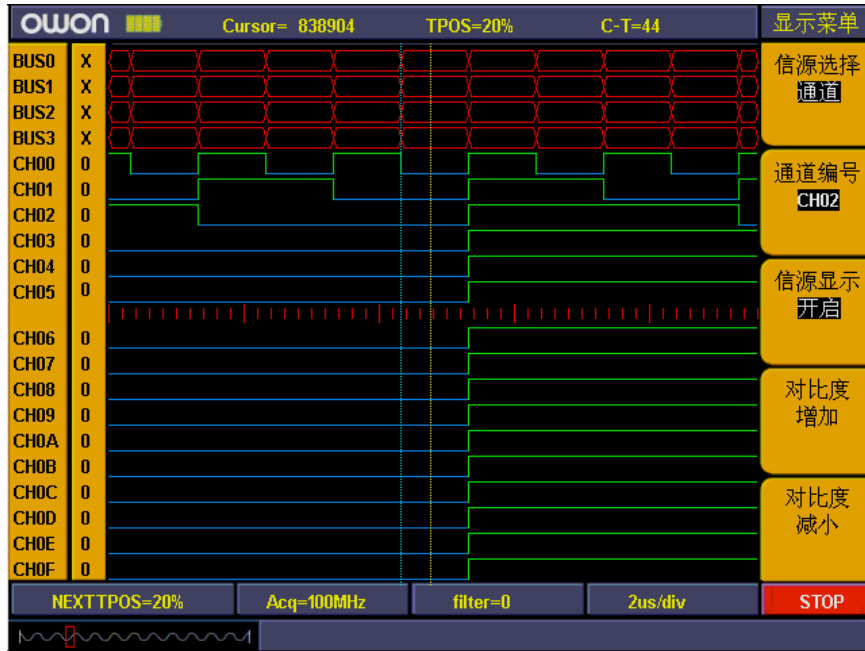

图4-13:通道开启和关闭设置
- 4、按“F3”键,把信源显示设置为“开启”。重复3、4操作,把通道CH01、CH02设置为“开启”。CH03~CH0F设置为“关闭”。见图4-13。